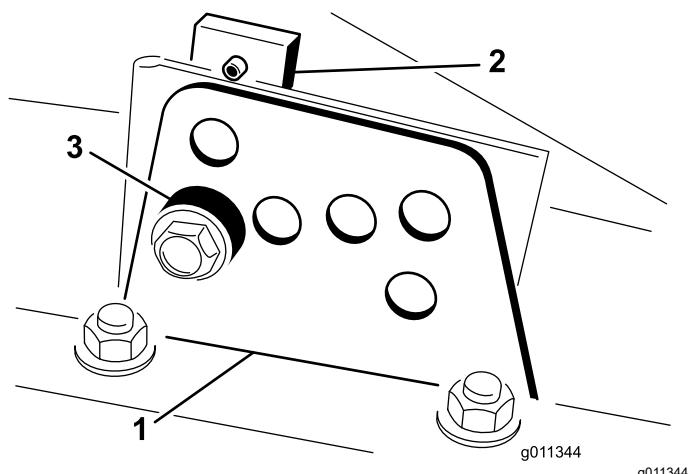

Рисунок 21
- 4. Удерживая камеру, снимите проставку (Рисунок 21).
2. Ослабьте болт, который крепит каждый кронштейн высоты скашивания к пластине регулировки высоты скашивания (с передней и боковых сторон), как показано на Рисунок 21.